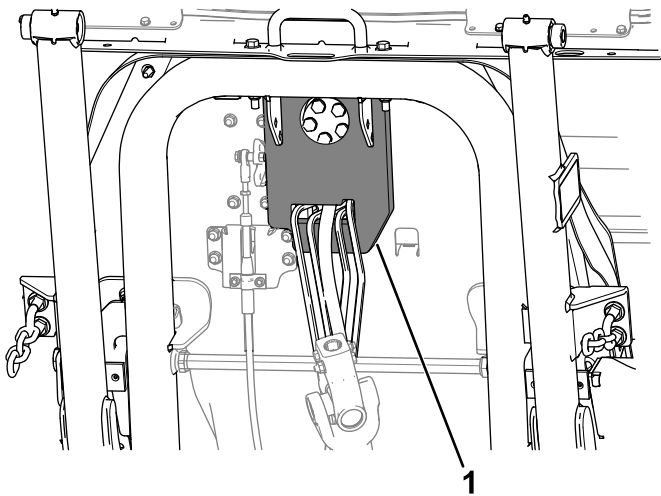

Figure 5
5. Installez la plaque isolante inférieure du mécanisme de direction comme montré à la Figure 5. Assurez-vous qu'elle est bien collée sur la plaque isolante supérieure du mécanisme de direction.